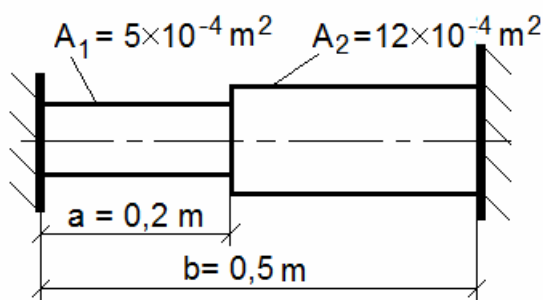

Rys. 3
- Pręt obustronnie utwierdzony jak na rys. 3 doznaje przyrostów temperatury. Przedstawić tok i wyniki obliczeń bezpiecznego przyrostu temperatury Δt pręta, jeżeli materiał pręta ma dopuszczalne naprężenie ściskające $k_c = 150 \text{ MPa}$, moduł $E = 2,1 \cdot 10^5 \text{ MPa}$ oraz współczynnik rozszerzalności liniowej $\alpha = 1,2 \cdot 10^{-5} \text{ K}^{-1}$.